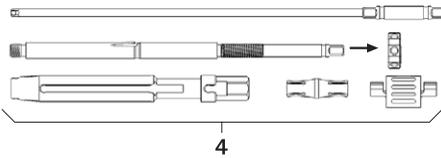

Abb. 2
- ▶ Repositionshebel 4 demontieren, siehe Abb. 2. Repositionshebel komplett zerlegen und Spannmutter abschrauben.